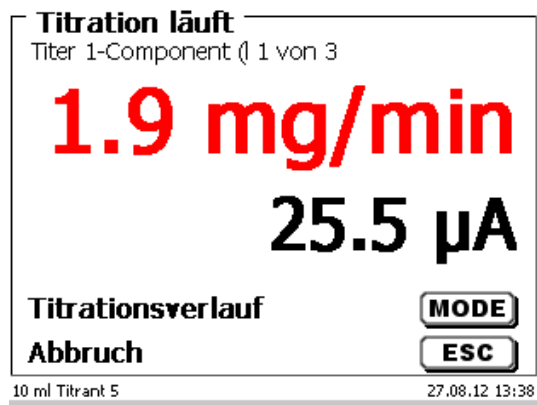

Abb. 53
- oder die Drift mit dem Messwert in μA (Abb. 53),